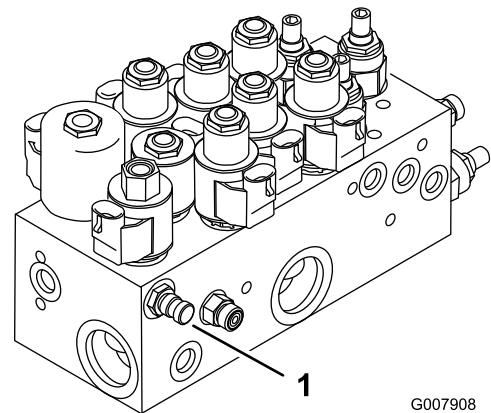
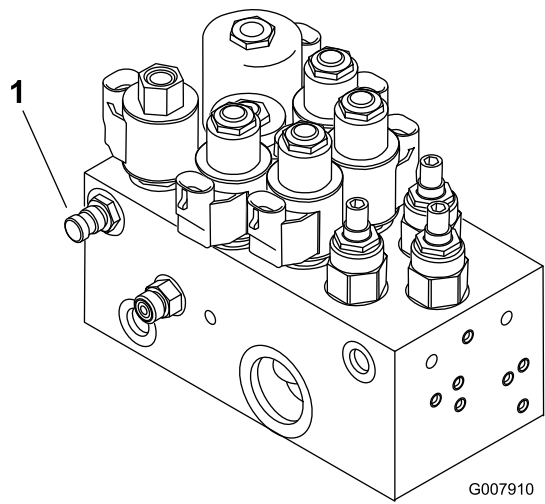

Figura 78
Figura 79
1. El punto de prueba A (Figura 78 y Figura 79) se utiliza para localizar problemas en el circuito hidráulico de los cilindros de elevación.